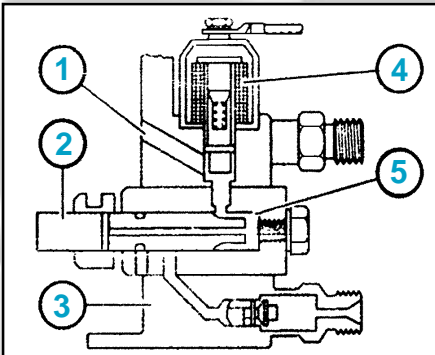

fig. Mot. 50
- L'arrêt du moteur Diesel est assurée par la course de l'alimentation en gazole (fig. Mot. 50).